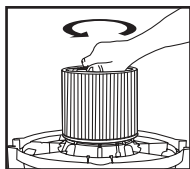

FIGURE 18
23. Pour enlever le filtre afin de le nettoyer, maintenez à nouveau le couvercle du réservoir et tournez le porte-filtre dans le sens antihoraire pour le desserrer et l'enlever. **FIGURE 18.**